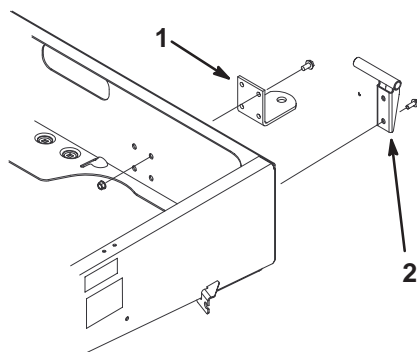

Figura 7
2. Monte o apoio da articulação da mão esquerda no canto esquerdo traseiro do chassis com 2 parafusos de cabeça flangeada (3/8 x 1 pol.). Coloque o apoio, tal como exemplificado na Figura 7.